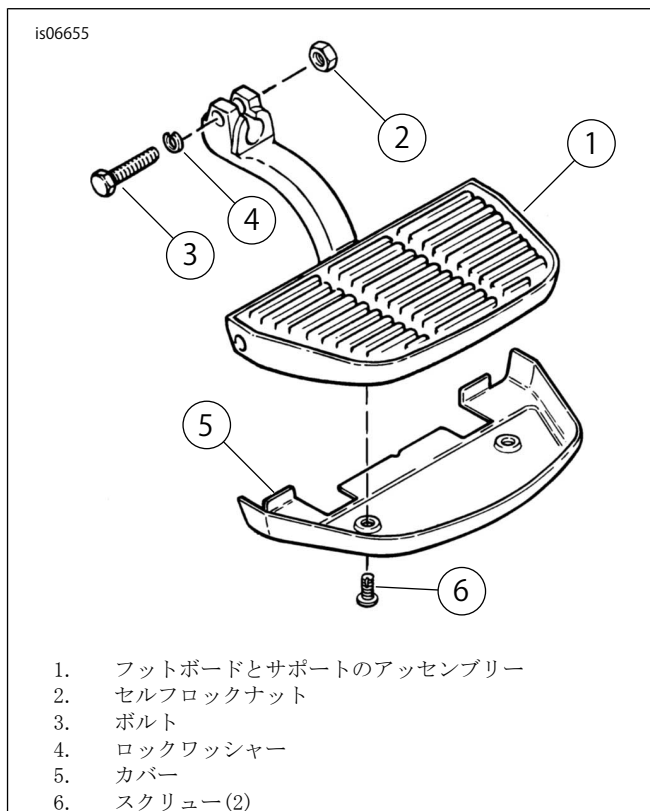
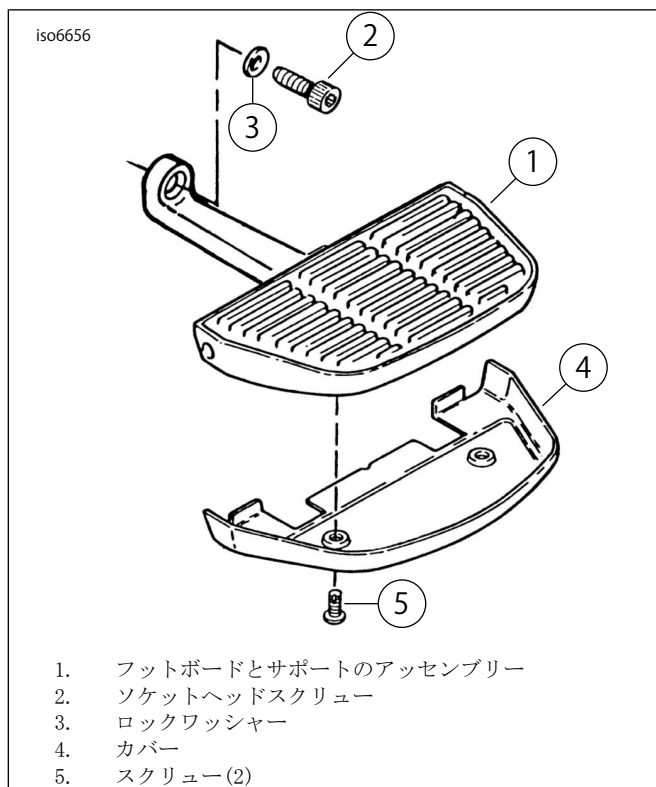

図1。パッセンジャーフットボードアッセンブリー-1992年以前のモデルおよびアクセサリフットボード
図2。パッセンジャーフットボードアッセンブリー—1993年以降のTouringモデル
- a. 1992年以前のモデルおよびアクセサリフットボード: 図1を参照してください。パッセンジャー用のフットボードとサポートの各アッセンブリー(1)を車両のマウントスタッドから取り外します。フットボードサポートの種類に応じて、セルフロックナット(2)とボルト(3)、もしくはボルト(3)とロックワッシャー(4)をフットボードサポートスプリットハブから取り外す必要があります。取り付け用のハードウェアはすべて保管します。
- b. 1993年以降のTouringモデル 図2を参照してください。パッセンジャー用のフットボードとサポートの各アッセンブリー(1)を車両のマウントスタッドから取り外します。ソケットヘッドスクリュー(2)とロックワッシャー(3)をフットボードサポートから取り外す必要があります。取り付け用のハードウェアはすべて保管します。
3. 「図1」および「図2」を参照してください。フットボードに取り付けられているカバーがあればすべて取り外してください。